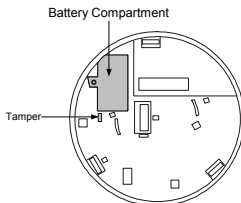

Figura 8: Compartimento das pilhas/Tamper
- ◆ Abra a tampa do compartimento das pilhas (veja a Figura 8).